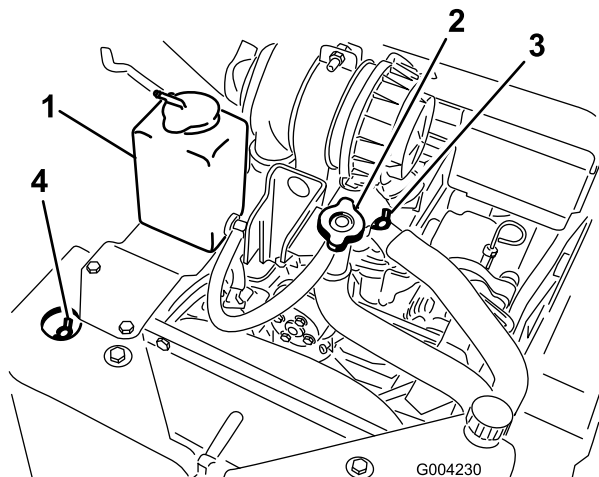

図 51
A. 冷却水補給キャップを外す 図 51。
- 上部と前部の冷却液抜き取りバルブを開く 図 51。
- 冷却水補給管から冷却水を補充する。前部の冷却液抜き取りバルブから液があふれてくるまで補充する 図 51。
- 前部の冷却液抜き取りバルブを閉じる 図 51。
- E. 冷却水補給管から冷却水を補充する。上部の冷却液抜き取りバルブから液があふれてくるまで補充する 図 51。
- F. 上部の冷却液抜き取りバルブを閉じる 図 51。
- G. 冷却水の水位が冷却水補給管の内部に上昇するまで、冷却水を追加する 図 51。
- H. 冷却水補給キャップを取り付ける 図 51。
- I. 冷却水補助タンクの Full マークまで、補助タンクに冷却水を追加する 図 51。